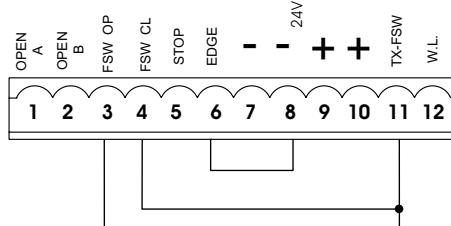

Fig. 5
N.B. Se non vengono utilizzati dispositivi di sicurezza, ponticellare i morsetti come in fig. 5.
Nota bene: Se non vengono collegati dispositivi di sicurezza in apertura, ponticellare gli ingressi OP e -TX FSW (fig. 5).
Nota bene: Se non vengono collegati dispositivi di sicurezza in chiusura, ponticellare i morsetti CL e -TX FSW (fig. 5).
Nota bene: Se non vengono collegati dispositivi di sicurezza costa, ponticellare gli ingressi EDGE e -. (fig. 5).